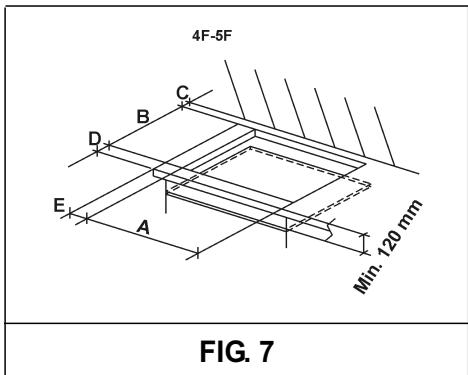

FIG. 7
On doit pratiquer, sur le plan du meuble à éléments, une ouverture pour l'encastrement ayant les dimensions exprimées en millimètres indiquées dans les fig. 7, en veillant à respecter les distances
critiques entre la table, les parois latérales, postérieure et supérieure (voir fig. 7 et 8).
- Il est nécessaire d'éviter le contact accidentel avec le fond de surchauffe de la fraise-mère, pendant le fonctionnement, de mettre une insertion en bois, fixée par des vis, à une distance minimum de 120 millimètres du dessus (voir la fig. 7).